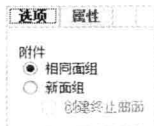

图 6-61 “段”下滑面板 图 6-62 “选项”下滑面板
- “段”下滑面板: 查看圆角特征的全部圆角集,查看当前倒圆角集中的全部倒圆角段,如图 6-61 所示。